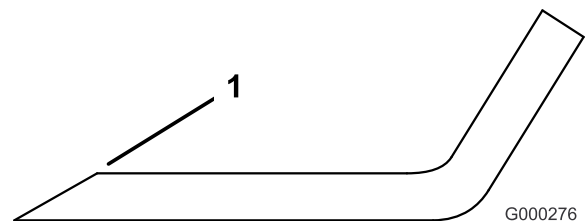

Figure 81
1. Au moyen d'une lime, aiguiser les tranchants aux deux extrémités de la lame (Figure 81) Veillez à conserver l'angle de coupe d'origine. Limez la même quantité de métal sur chacun des deux tranchants pour ne pas déséquilibrer la lame.